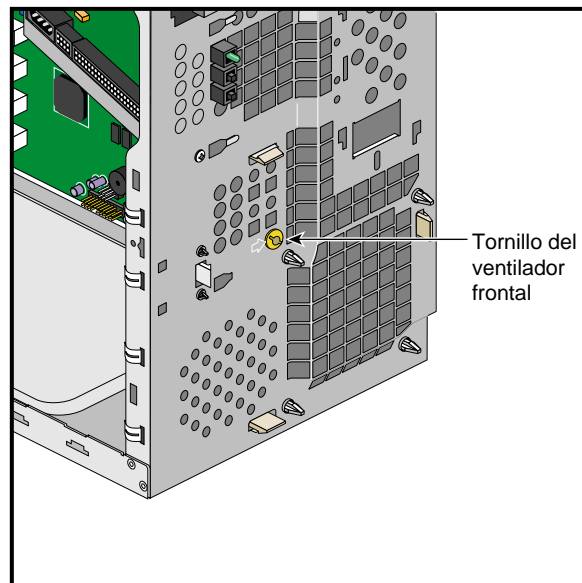

Figura 2-20 Extracción del tornillo del ventilador frontal y desenganche de las presillas
4. Extraiga el tornillo del ventilador colocado en el panel frontal. En la Figura 2-20 se muestra su posición.